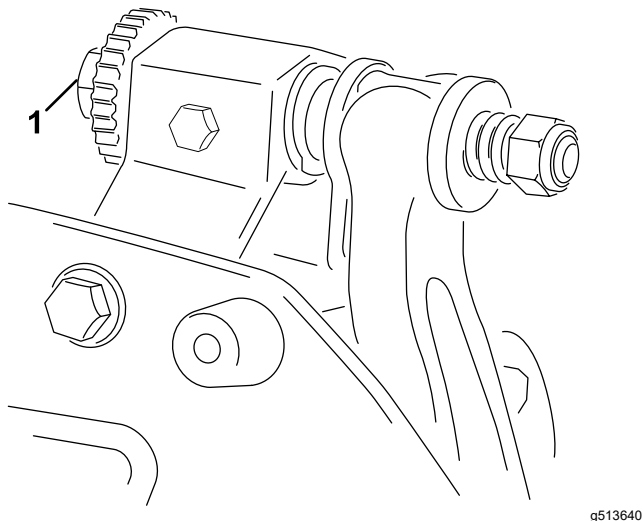

Figura 10
- A. Rode os parafusos de ajuste da barra de apoio no sentido dos ponteiros do relógio (**Figura 10**), um clique de cada vez, até que se veja e oia um leve contacto.
6. Rode o parafuso de ajuste da barra de apoio direita (**Figura 10**) até sentir uma ligeira pressão no calço deslizando-o de um lado para o outro. Retire o calço.